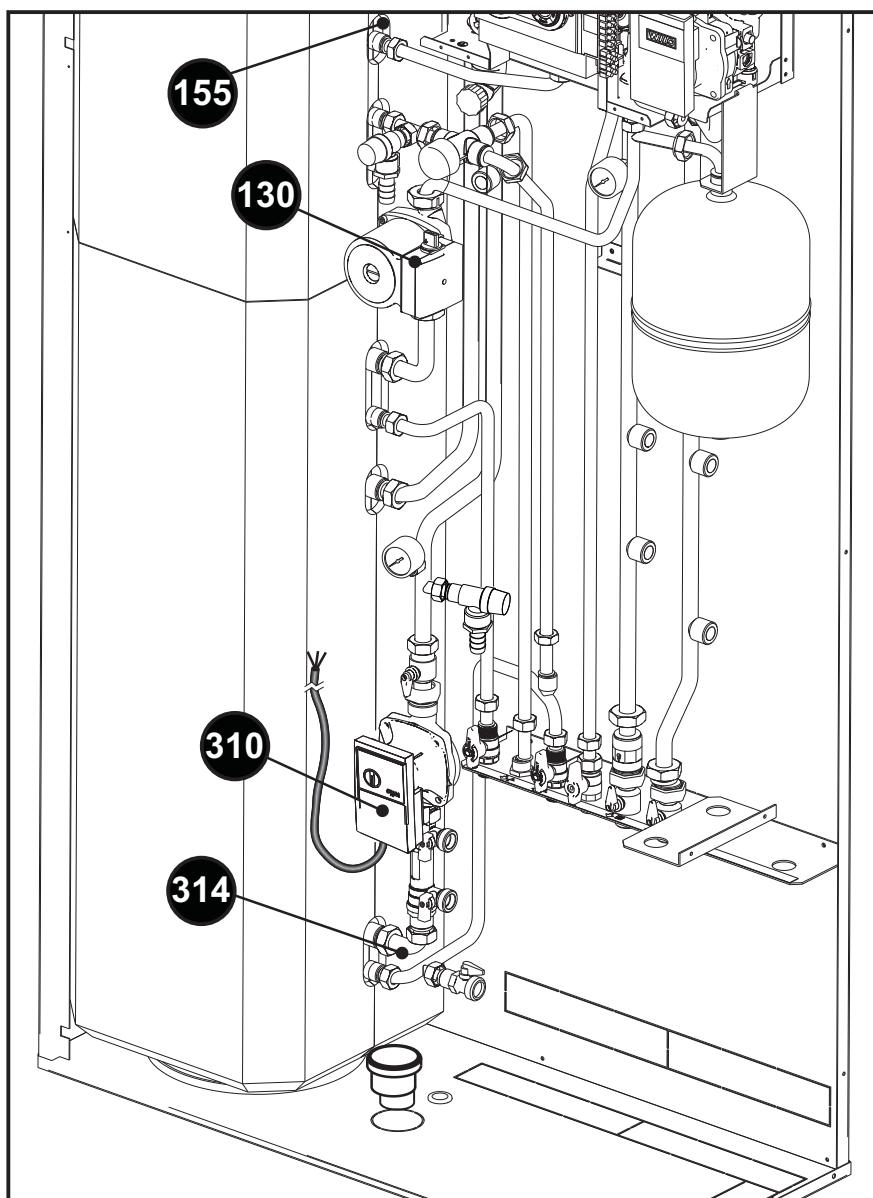

fig. 45 - Connessioni elettriche
- Connettere elettricamente i seguenti cavi ai componenti come descritto di seguito (fig. 45):